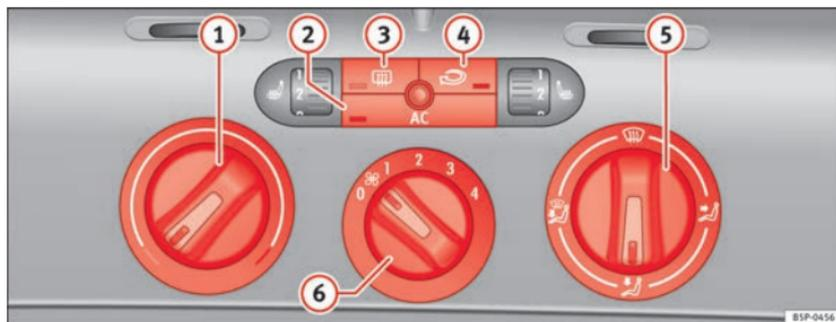

Fig. 107 Sulla plancia portastrumenti: i comandi del Climatic
- Le manopole ⇒ fig. 107 ① e ⑤ e la manopola ⑥ servono rispettivamente a impostare la temperatura desiderata, a indirizzare il flusso d'aria e a selezionare il livello di potenza della ventola.
- Per attivare o disattivare una funzione bisogna premere il tasto corrispondente ②, ③ o ④. Quando la funzione è attiva, la spia situata nell'angolo in basso del tasto si illumina.
- ① Manopola di regolazione della temperatura ⇒ pagina 157
② Tasto **AC** - Accensione e spegnimento del climatizzatore ⇒ pagina 157
- ③ Tasto - Lunotto termico. Questa funzione si spegne automaticamente dopo circa 20 minuti. Se si desidera spegnerlo prima bisogna premere il tasto relativo.
- ④ Tasto - Funzione di ricircolo ⇒ pagina 159
- ⑤ Manopola di regolazione della ripartizione del flusso d'aria ⇒ pagina 157
- ⑥ Comando del ventilatore. Il volume del flusso d'aria è regolabile su quattro livelli. Quando si viaggia a basse velocità, si consiglia di tenere sempre acceso il ventilatore al livello più basso. ▶
- Accendere il climatizzatore con il tasto ⇒ fig. 107  ▶